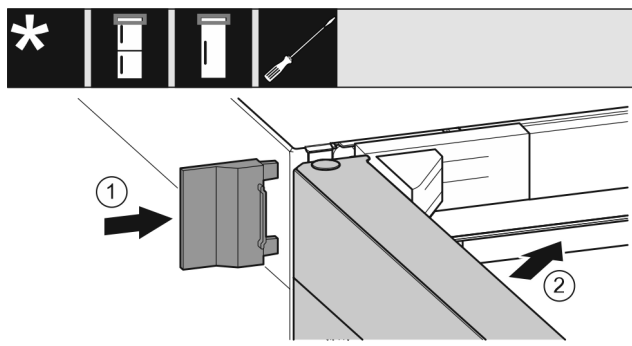

Fig. 35
- ▶ Skjut på yttre skydd. Fig. 35 (1)